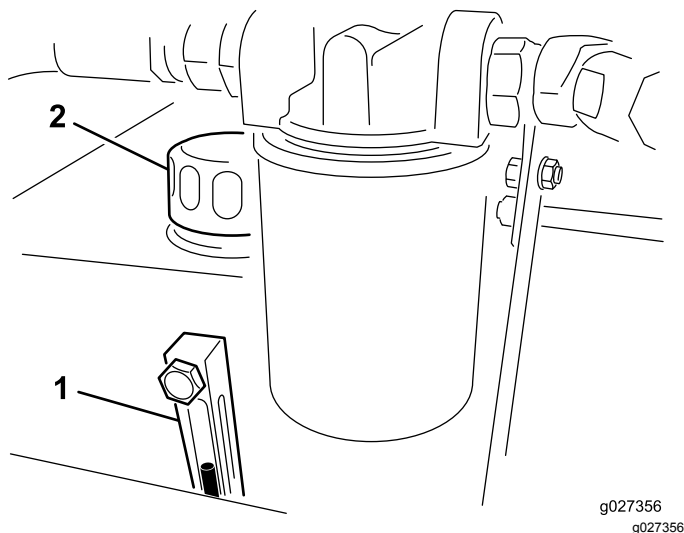

Figura 12
2. Verificate il livello del fluido controllando la spia di livello (Figura 12).